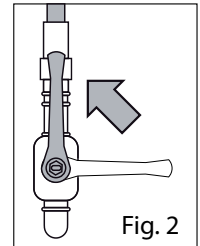

Fig. 2
- Den Absperrhahn stromaufwärts der Vorrichtung öffnen (Fig. 2);
- Die Schraube mit der Gasdichtung wieder in ihrem Sitz montieren, den dem Gerät vorgeschalteten Absperrhahn öffnen (Abb. 2) und durch Einschalten des Brenners sicherstellen, dass nirgends Gas austritt.
- Falls erforderlich, die Zündkerzen abmontieren, um sie während des Austauschs der Düse nicht zu beschädigen (Abb. 2).